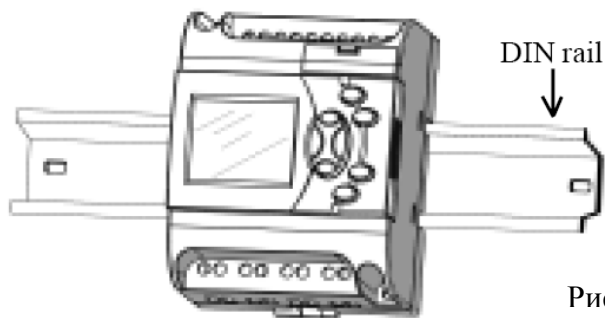

Рис.2.1
1. Используйте стандартную DIN рейку для установки FAV как показано на Рис. 2.1.